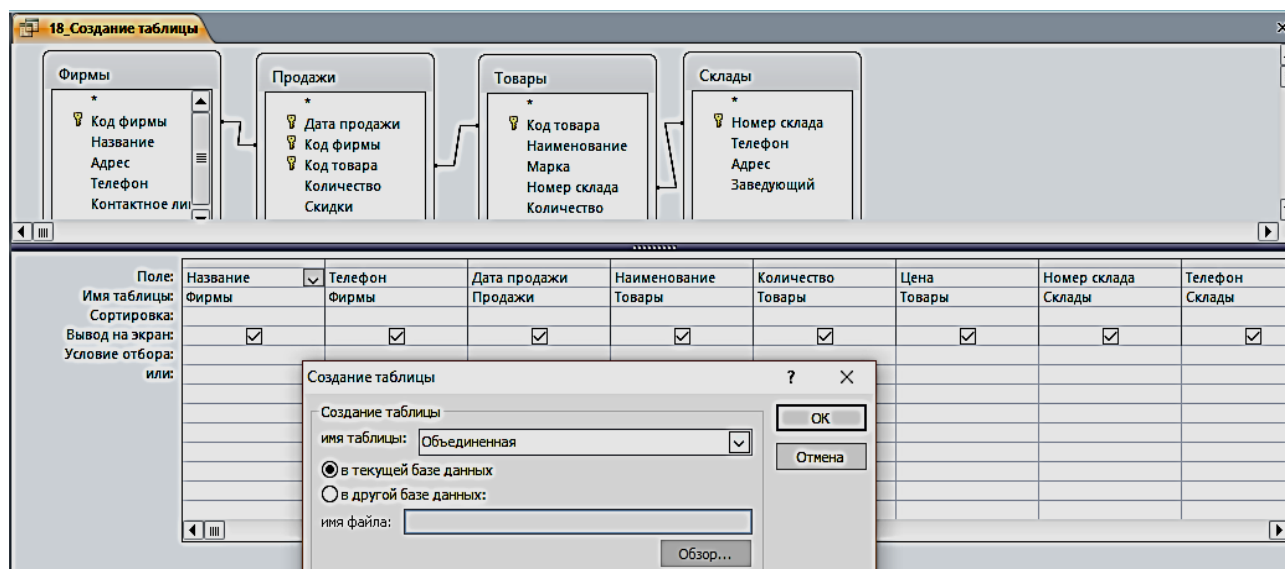

Рис. 3.14. Определение имени таблицы, создаваемой в запросе
4. В окне **Создание таблицы** введите имя создаваемой таблицы «Объединенная» (рис. 3.14).